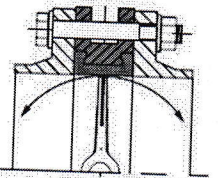

Рис. 3 (правильно)
- Перед началом монтажа важно убедиться, что внутренний диаметр фланцев соответствует номинальному диаметру дискового поворотного затвора (рис. 3)